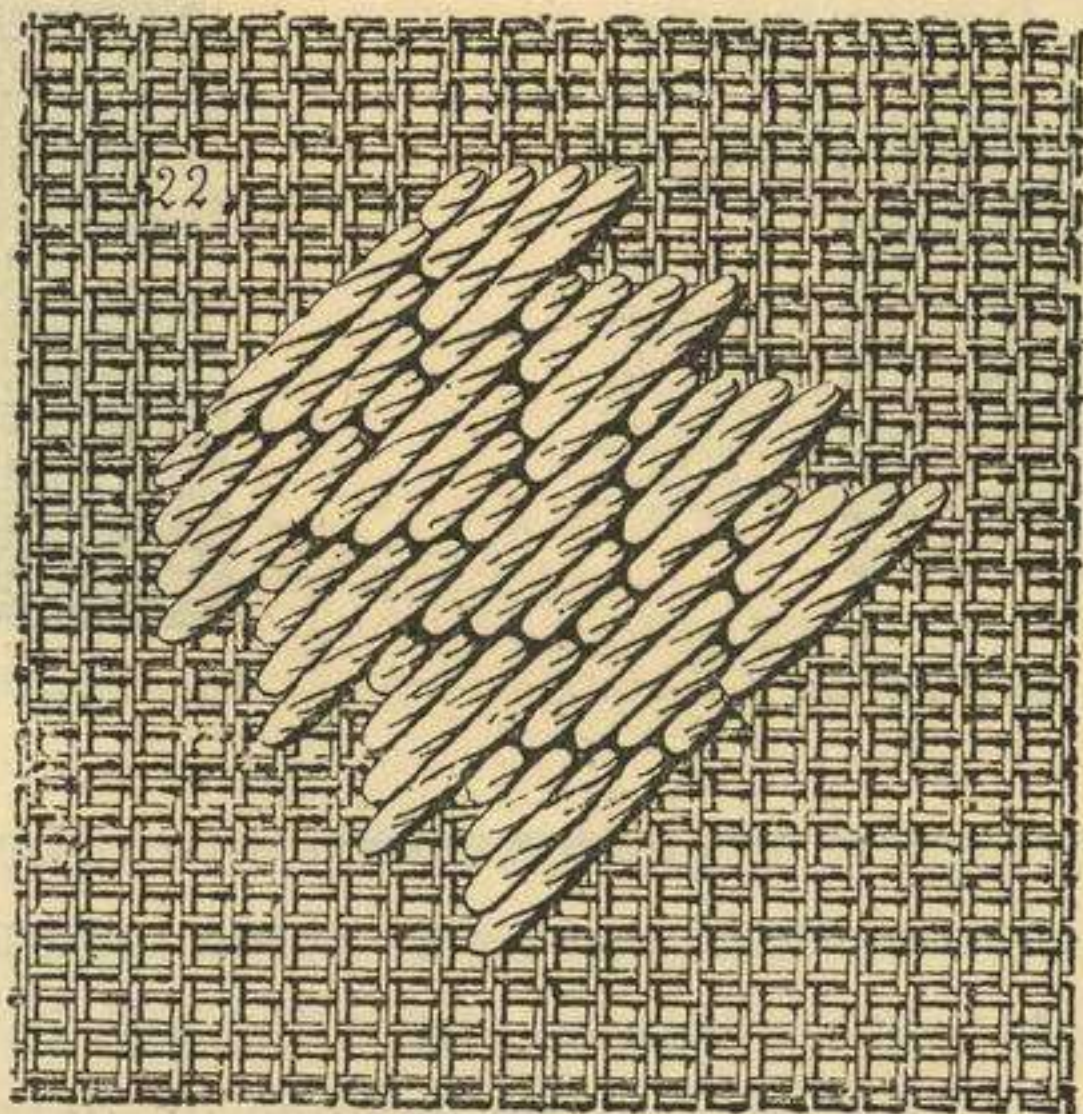

Fig. 20.—Punto mosaico.
**PUNTO MOSAICO.**— Este punto forma triángulos que entran unos en otros. Con seda de un solo matiz forma preciosos dibujos para objetos montados sobre tapicería, como pilitas, termómetros, fosforeras, relojas y otros objetos análogos. Se hacen también con este punto dibujos muy lindos, con estambres ó lanillas, disponiendo bien los colores. La fig. 20 indica perfectamente la manera de hacer este punto: se principiará pasando la lana sobre un punto del cañamazo al sesgo, después sobre dos, luego sobre tres, y por último sobre cuatro; se volverá á tomar en seguida otro triángulo. El que entra en el sentido opuesto recomienza completamente en el mismo sesgo.